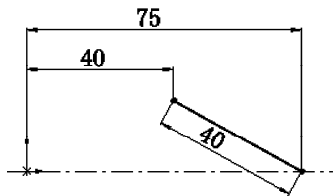

图 9-25 绘制的草图
① 选择“工具”→“草图绘制实体”→“中心线”菜单命令，或者单击“草图”控制面板中的（中心线）按钮，绘制一条水平中心线，单击“草图”控制面板中的（直线）按钮，绘制如图 9-25 所示的草图并标注尺寸。